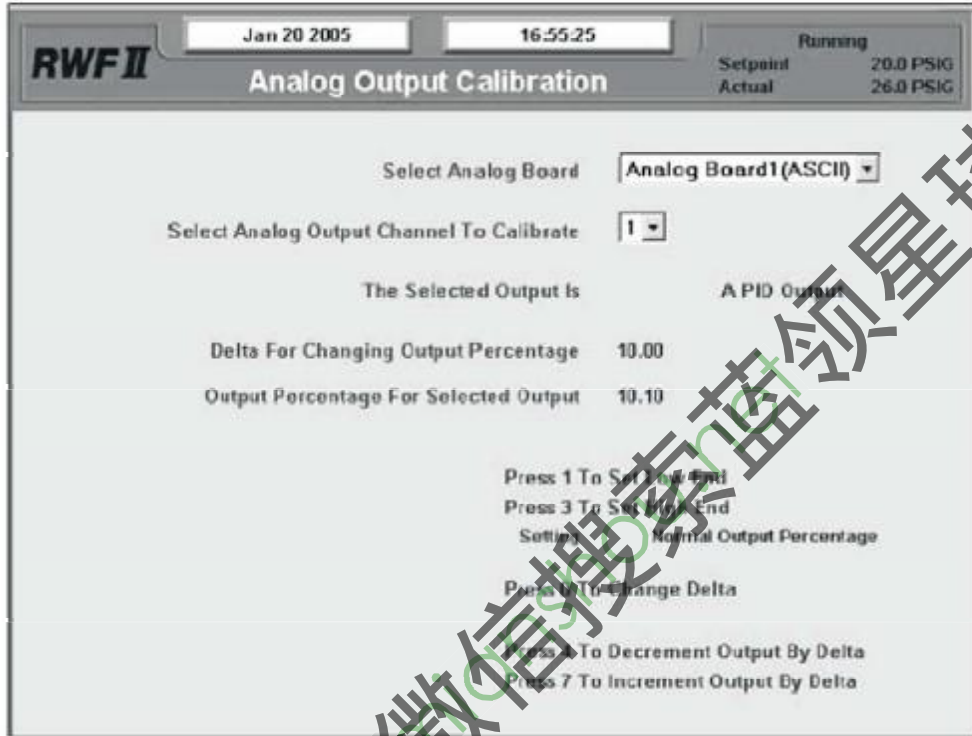

图20
- 将操作级别调整为2，按[菜单] > [标定] > [模拟输出] > [输出标定]键，进入图20所示窗口。